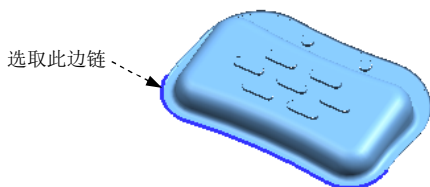
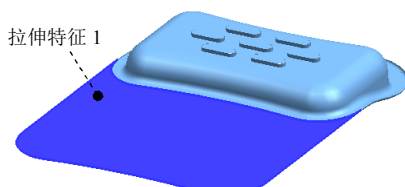

图 1.33 定义拉伸对象 1
图 1.34 创建拉伸特征 1
Step1. 创建拉伸特征 1。选择下拉菜单 **插入(I) → 设计特征(F) → 拉伸(E)...** 命令，系统弹出“拉伸”对话框；选取如图 1.33 所示的片体边链为拉伸对象 1；在 **指定矢量(1)** 下拉列表中选择 **YC** 选项；在 **限制** 区域的 **开始** 下拉列表中选择 **值** 选项，并在其下的 **距离** 文本框中输入数值 0，在 **结束** 下拉列表中选择 **值** 选项，并在其下的 **距离** 文本框中输入数值 100；其他参数采用系统默认设置值；单击 **确定** 按钮，完成如图 1.34 所示拉伸特征 1 的创建。